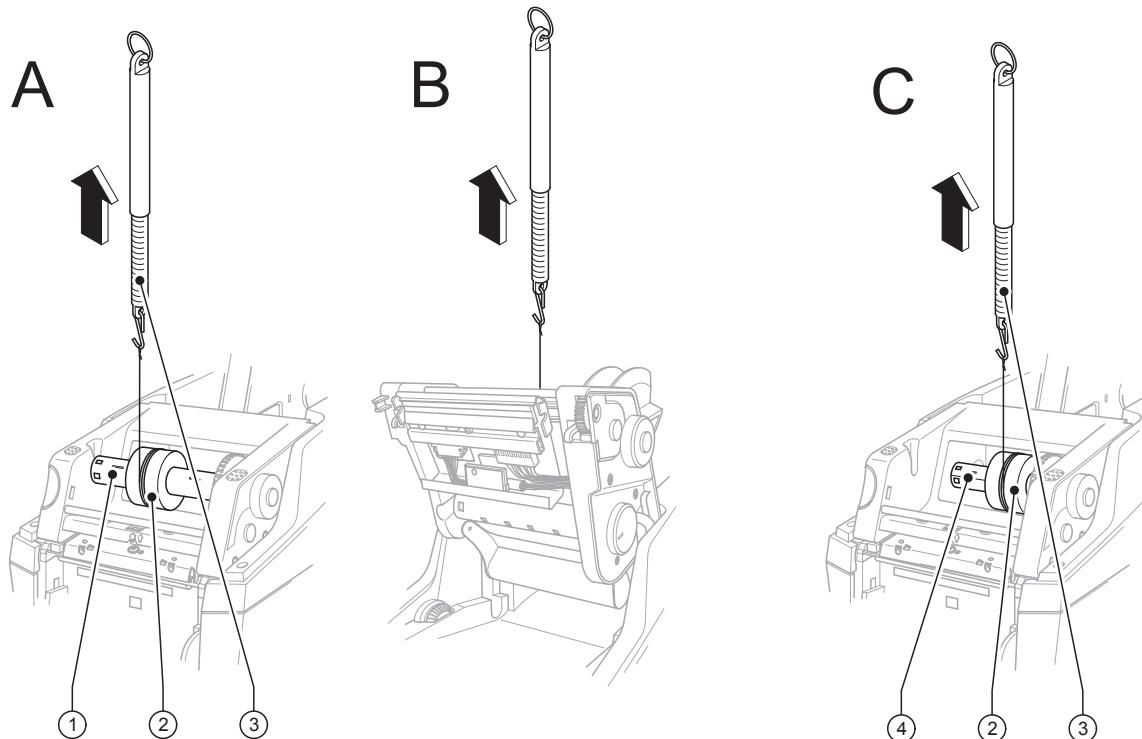

Bild 13 Wickelmoment am Auf- und Abwickler Transferfolie messen
1. Schnur mehrmals um Prüfkörper wickeln (▷ Bild 13 C auf Seite 19) und diesen auf den Transferfolienhalter am Abwickler (4) aufstecken. Dabei müssen die Federnasen des Transferfolienhalters in die kleinere Nut des Prüfkörpers einrasten.
1. Schnur mehrmals um Prüfkörper wickeln (▷ Bild 13 A auf Seite 19) und diesen auf den Transferfolienhalter am Aufwickler (1) stecken. Dabei müssen die Federnasen des Transferfolienhalters in die kleinere Nut des Prüfkörpers einrasten.
2. Federwaage [10 N] (3) am Schnurende befestigen, senkrecht nach oben bewegen, bis sich der Prüfkörper zu drehen beginnt.
5. Zur Messung des Wickelmomentes für die Bremse den Aufwickler (1) vom Antrieb trennen. Entriegelungstaster drücken, Druckkopfbaugruppe hochklappen, Messvorgang wiederholen (▷ Bild 13 B auf Seite 19).